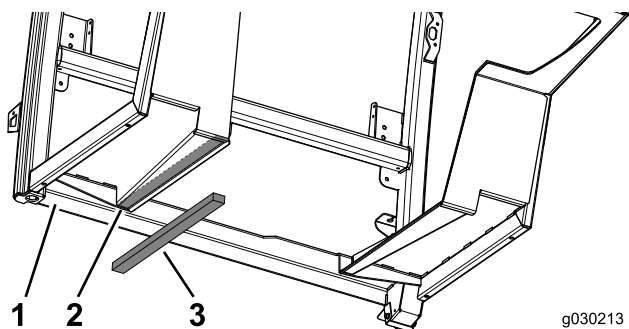

Figura 10
1. Aplique una de las juntas del suelo en el lado izquierdo de la cabina (Figura 10).